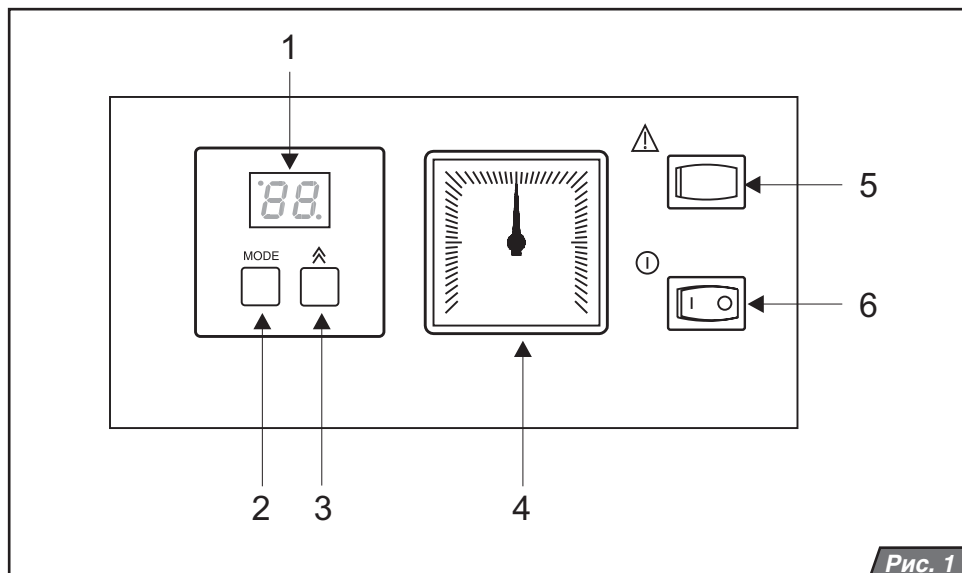

Рис. 1
Главный выключатель (рис.1, поз.6) предназначен для включения и выключения котла. Он располагается в правой части панели управления.
Описание элементов управления (рис. 1):
Давление ОВ в котле постоянно изображается на манометре (рис.1, поз.4).
В случае, если к котлу не был подключен датчик температуры накопительного бака ГВС, нажмите кнопку MODE 1x (рис.1, поз.2). Если
ПЛАМЕНИ. Подобная блокировка может возникать в тех случаях, когда, находясь в режиме открытого газового клапана, автоматика зажигания не получает обратный сигнал о наличии пламени от ионизационного электрода. Котел отключится, и на дисплее высветится F1. Данная неисправность может быть вызвана также срабатыванием элементов безопасности – аварийного термостата и термостата продуктов сгорания. Низкое давление газа на входе (менее 8мм.вод.ст.), неправильное электрическое подключение (перепутаны местами фаза и ноль) тоже могут быть причиной потери пламени. Для разблокирования неисправности нажмите кнопку RESET (рис.1, поз.6). Если неисправность не удается устранить с помощью кнопки RESET, обратитесь в сервисную организацию.
3. давление ОВ находится в допустимых пределах 1 – 2 бар. Установите главный выключатель (рис. 1, поз. 7) в позицию ВКЛЮЧЕНО (I). Котел включится и начнет нагрев водопроводной воды в бойлере. После нагрева ГВС котел переключится на режим отопления (при условии, что настроен термостат ОВ и от регулятора отопления поступил сигнал на отопление). В случае защитного отключения котла на панели управления появится сообщение о
неисправности (см. „Сообщения об ошибках“, стр.8) . С помощью кнопки RESET (рис. 1, поз. 6) разблокируйте котел. Если, после включения, защитное отключение повторится, или невозможно будет произвести разблокировку котла, обратитесь в сервисную организацию.